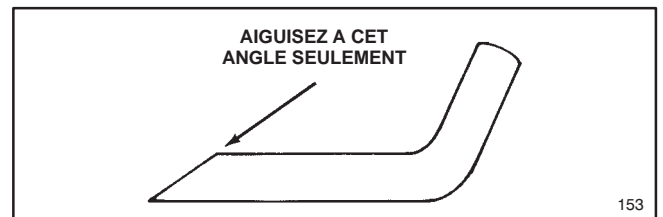

Figure 25
6. **AIGUISAGE DE LA LAME**—Au moyen d'une lime, aiguiser le bord supérieur de la lame en veillant à conserver l'angle de coupe original (Fig. 25). Limer la même quantité de métal sur chaque arête de coupe pour conserver l'équilibre de la lame.